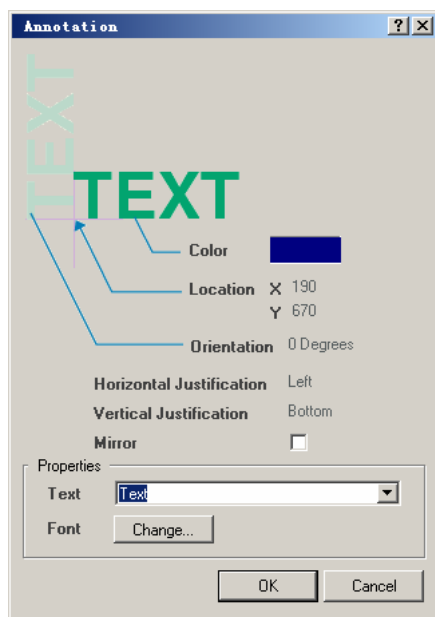

图 2.123 “Annotation”对话框
(1) 在主菜单中选择“Place”->“Text String”命令, 或者单击“Utilities”工具栏中的绘图工具按钮, 在弹出的绘图工具栏中选择添加文本工具A。
(2) 单击“Tab”键, 打开如图 2.123 所示的“Annotation”对话框。